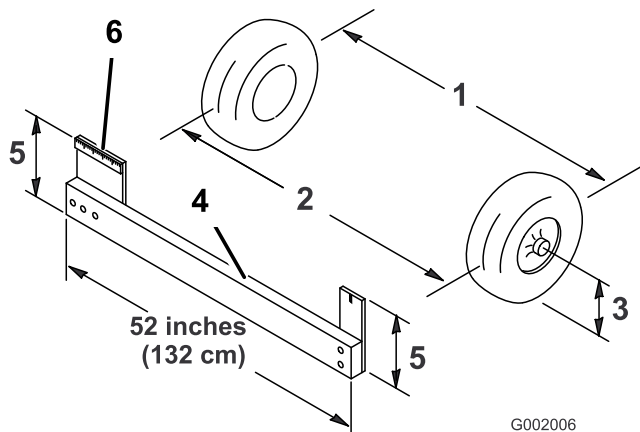

Figure 56
4. Mesurez la distance entre les roues avant à hauteur d'essieu, à l'avant et à l'arrière des roues (Figure 56). Un gabarit ou un compas à verges est nécessaire pour mesurer l'arrière des roues avant à hauteur
d'essieu. Utilisez le même gabarit ou outil pour mesurer précisément l'avant des roues avant à hauteur d'essieu (Figure 56).